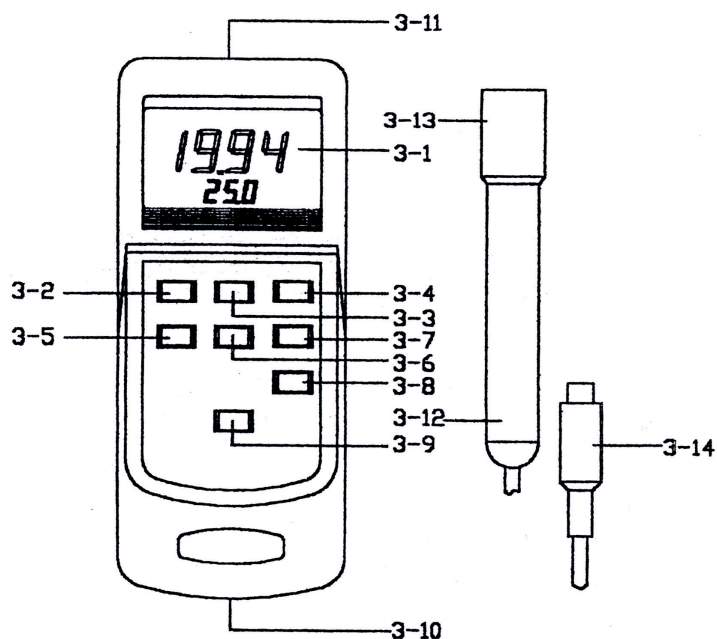

Fig. 1
- 1 Premere (ON/OFF) (3-2, Fig. 1) per accendere lo strumento.
a. Premere "Pulsante di compensazione della temperatura" (3-9, Fig.1), sul display appare
- b. Premere "Pulsante fattore" (3-7, Fig.1) per inserire il fattore di compensazione desiderato. Il valore incrementa a passi di 0.1% per °C.
- c. Una volta inserito il valore desiderato premere il "Pulsante di compensazione della temperatura" (3-9, Fig.1) per fissare il nuovo valore.
3. Selezionare la scala da utilizzare, mediante il "Pulsante selezionatore campo" (3-8, Fig.1).
4. Immergere l' "Elettrodo conduttore" (3-13, Fig.1) nella soluzione.
- Premere il "Pulsante °C/°F" (3-4, Fig.1) per cambiare l' unità di misura della temperatura da "°C" in "°F" o viceversa.
- Durante la misura premere il "pulsante memorizzazione dati" (3-3, Fig.1) per memorizzare il valore presente sul display e sul display appare il simbolo "D.H."
La funzione memorizzazione dati registra il massimo, il minimo e la media di una misura effettuata. Per attivare questa funzione premere il "Pulsante memorizzazione dati" (3-5, Fig.1) una volta. Il simbolo "REC" appare sul display.
- 1 Premere una volta il "pulsante visualizzazione" (3-6, Fig.1), quindi appare il simbolo "MAX." e il valore massimo della misura sul display.
- 4 Per disattivare questa funzione premere ancora una volta il "pulsante memorizzazione" (3-5, Fig.1). Tutti i simboli scompaiono dal display.
Questo strumento incorpora la funzione di "Auto Power Shut-off" che consente una durata più lunga delle batterie che spegne automaticamente lo strumento se non viene premuto nessun pulsante per più di dieci minuti. E' possibile disattivare questa funzione selezionando la funzione memorizzazione durante la misura e premere il pulsante memorizzazione (3-6, Fig.1).
- 2 Impostare il "Selezionatore campo di misura" (3-8, Fig.1) a "2mS".
- 3 Immergere l' "Elettrodo conduttore" (3-13, Fig.1) nella soluzione.
- 2 Aprire il vano batterie (3-10, Fig.1) e togliere le batterie dallo strumento.